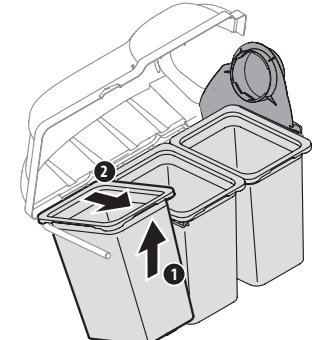

Figura 14
8. Instale los conjuntos de bolsas para césped (664-05104), con el panel de malla apretado orientado hacia el tractor, sobre las ménsulas de soporte de las bolsas insertando el borde delantero primero, como se muestra en (1) de la Figura 14, y ajustando el borde posterior hacia abajo (2) hasta que calce en el conjunto.